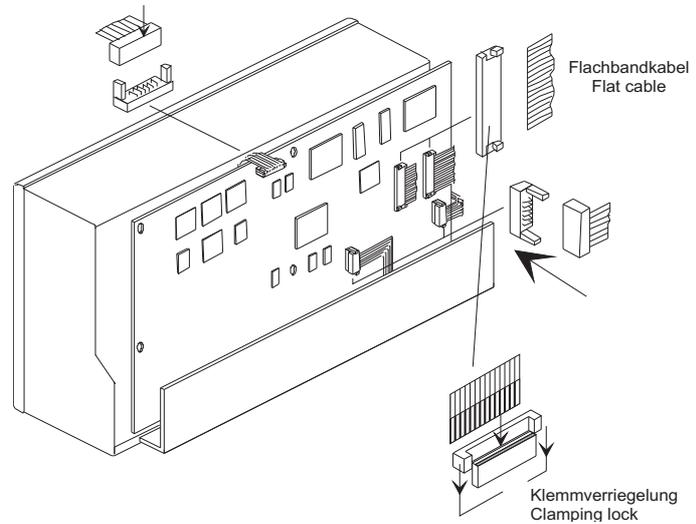

Bild D 8-9: Anschlüsse an die locker eingesetzte Hauptplatine
13. Legen Sie die Hauptplatine mit dem Anschlussfeld vorsichtig und locker in das Gerät und führen Sie die Anschlusskabel des Tastenprints und der Displays zu den entsprechenden Anschlüssen auf der Hauptplatine (Bild D 8-9). Schließen Sie die Flachbandkabel wieder an.